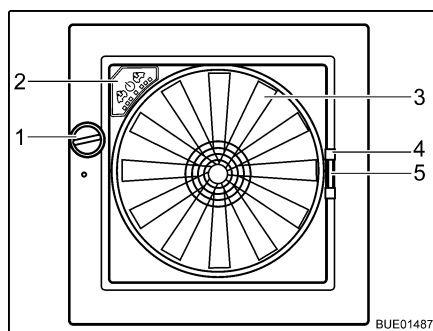

Bild 55 Taklucka Omni-Vent
- Öppna:** ■ Vrid på vredet (Bild 55,1) tills önskad öppningsvinkel har nåtts.
- Stänga:** ■ Vrid på vredet (Bild 55,1) tills takluckan är helt stängd.
- Stänga:** ■ Dra insektsskyddet i handtaget (Bild 55,4) till motstående ramsida.
- Stänga:** ■ Tryck ihop mörklägningsgardinens handtag (Bild 55,5).
När takluckan är öppen kan kupén ventileras och vädras med fläkten (Bild 55,3) i 6 nivåer. Fläkten regleras via reglagen (Bild 55,2).